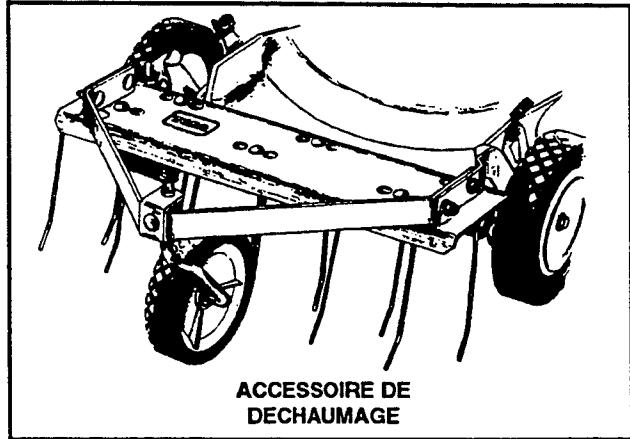

Figure 35
1. Déchaumeur (modèle 59131) – S'installe en quelques minutes à l'avant de la tondeuse afin de faciliter les manœuvres. Des fourches à ressort désagrégent le chaume afin de permettre une bonne aspiration dans le sac à herbe (fig. 35) et donc un enlèvement pratique.